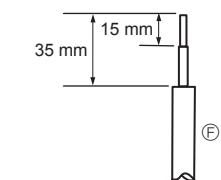
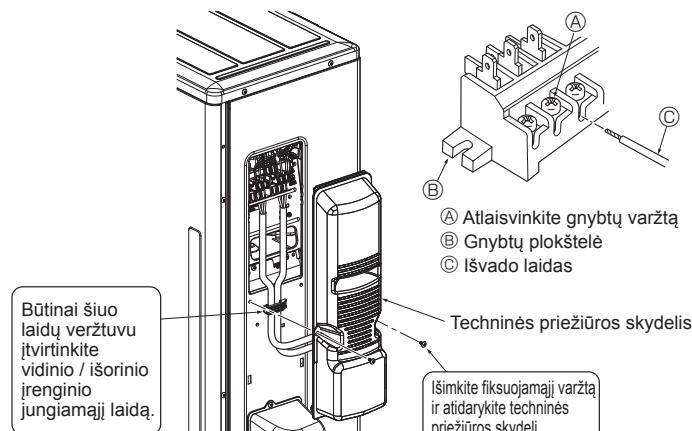

Fig. 6-2
Fig. 6-3
6.1. Išorinis įrenginys (Fig. 6-1, Fig. 6-2, Fig. 6-3)
- ① Nuimkite techninės priežiūros skydelį.
- ② Prijunkite laidus pagal Fig. 6-1, Fig. 6-2 ir Fig. 6-3.
- Laidus prijunkite kaip parodyta schema (apatiname kairiajame kampe). (Laidą įsigykite vietoje) (Fig. 6-2)